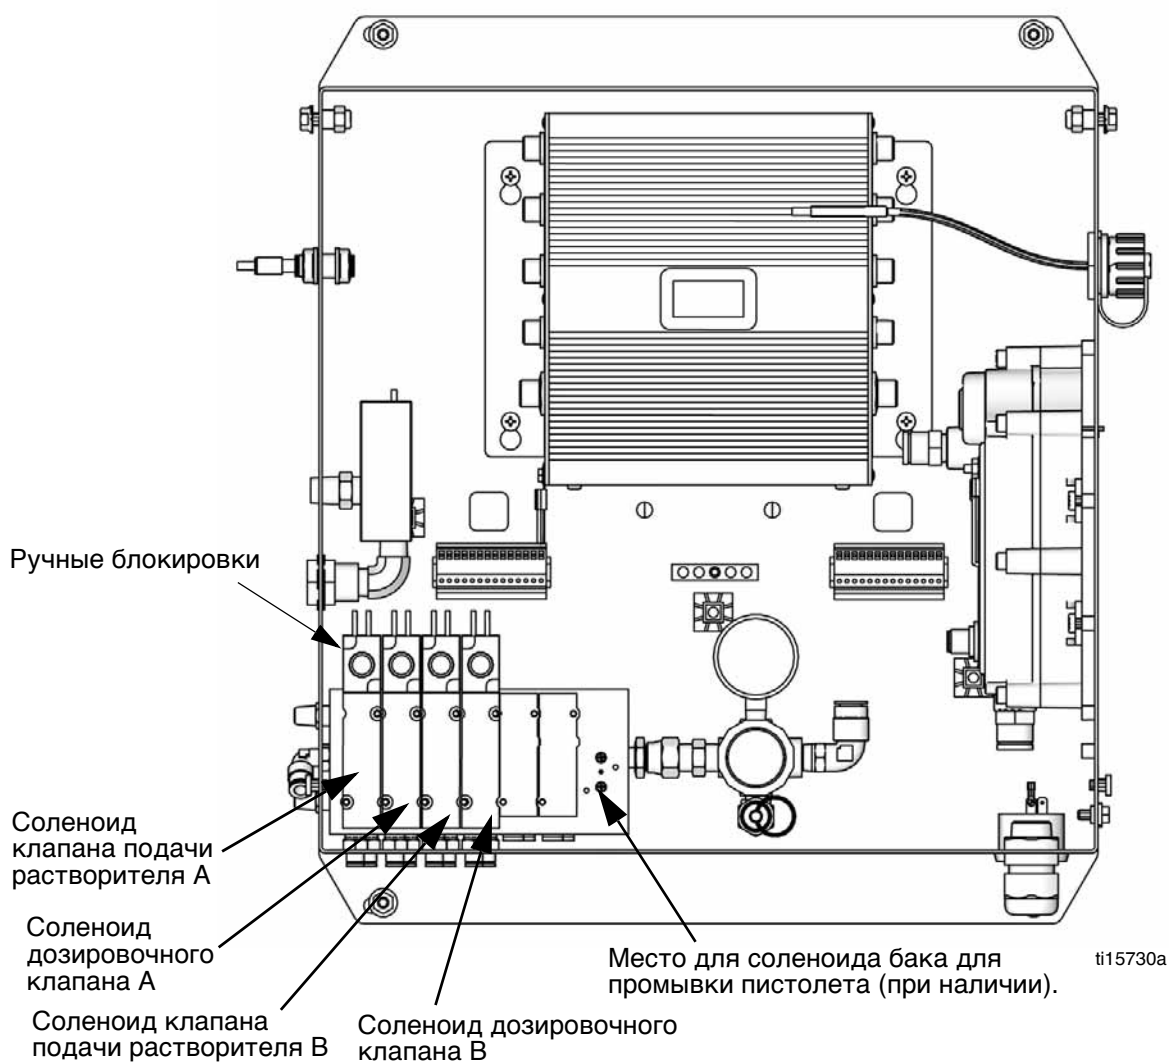

Рис. 20. Соленоидные клапаны в блоке управления
7. Снимите крышку блока управления, чтобы получить доступ к соленоидным клапанам. См. Рис. 20.
4. При нажатом спуске пистолета установите ручную блокировку на соленоидах клапанов дозировки и подачи растворителя А и В, чтобы сбросить давление. См. Рис. 20. Удостоверьтесь, что давление жидкости упало до 0.